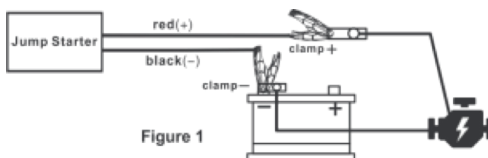

Figure 1
2. Schliessen Sie die Starthilfe wie in Abb. 1 an das Fahrzeug an.
2. Branchez l'aide au démarrage sur la voiture, comme indiqué dans la figure 1.